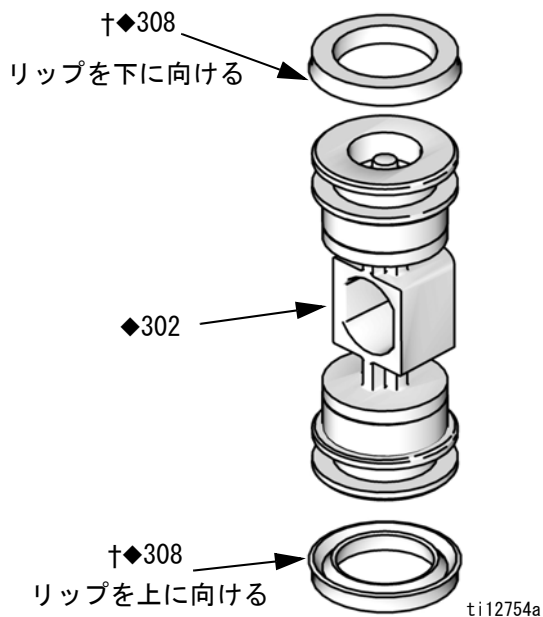

FIG. 10. エアバルブ U カップの取り付け
2. FIG. 10 を参照してください。U カップ (308†◆) に潤滑油を与え、ピストンの中心にリップを向けた状態でピストン (302◆) 上に取り付けます。